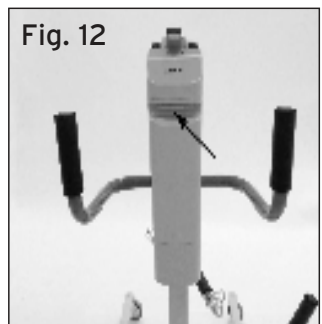

Fig. 12
3. Inserire la batteria nella centralina. (Fig.12)